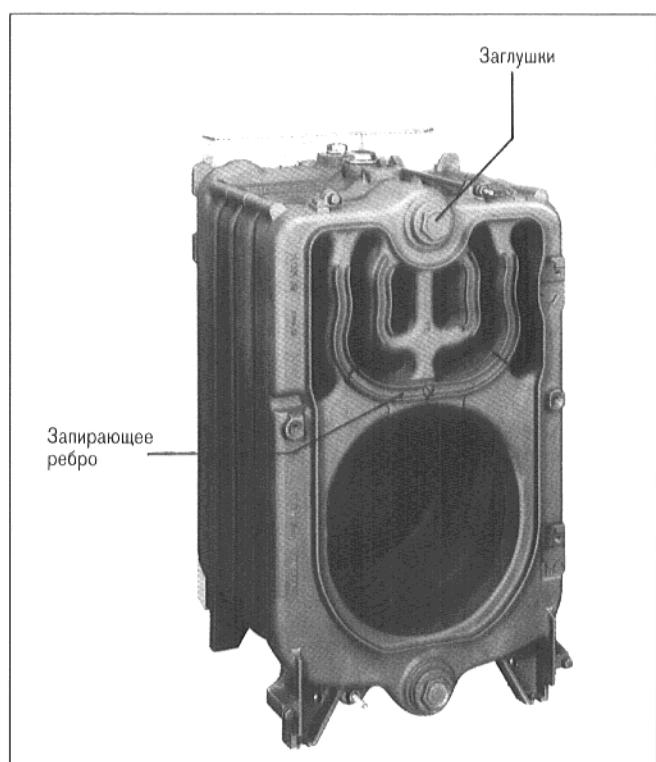

Рис. 13
2) При необходимости, посредством устранения запирающих ребер в переднем элементе (см. рис. 13), возможна повысить температуру отходящего газа. Если температура отходящего газа ниже 160 °S, то система отходящего газа должна быть выполнена так, чтобы не допустить повреждений от конденсата.
Произвести уплотнение **заглушки** в переднем элементе (рис. 13).